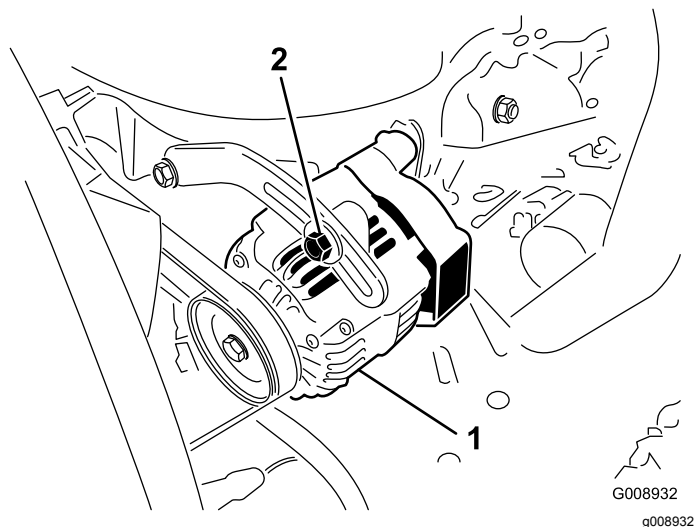

Figura 105
Controllate lo stato e la tensione delle cinghie (Figura 105) ogni 100 ore di servizio.
3. Se l'inflessione non è di 10 mm, allentate i bulloni di fissaggio dell'alternatore (Figura 105).